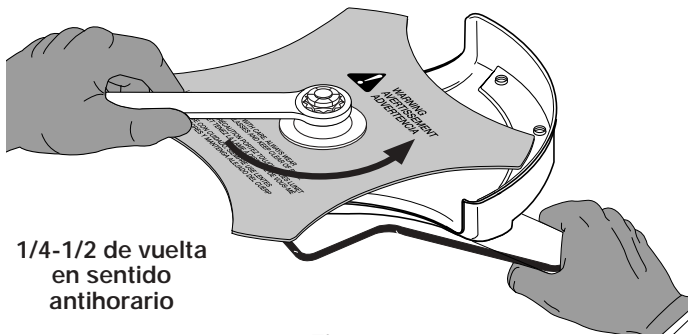

Fig. 18
- Si no tiene una llave de torsión, use una llave de boca cerrada de 5/8 de pulgada o de casquillo, gire la tuerca hasta que el retén de la cuchilla esté ajustado contra el buje del eje. Verifique que la cuchilla esté bien instalada, luego gire la tuerca 1/4 a 1/2 vuelta más en sentido antihorario (Fig. 18).